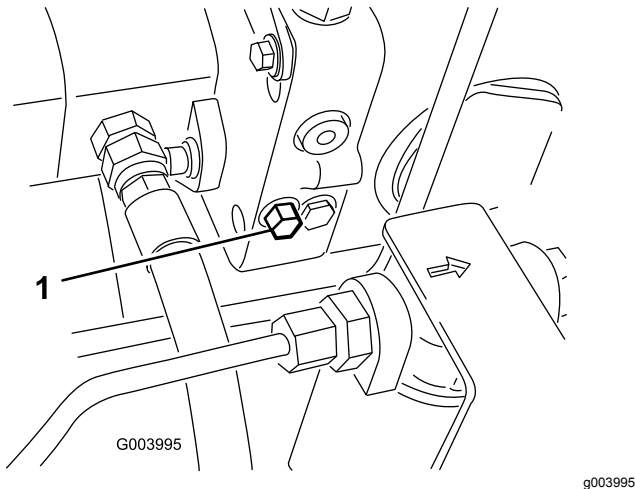

Figura 42
1. Localice la válvula de desvío a la izquierda del hidrostato (Figura 42) y gire el perno una vuelta y media para abrirla y dejar que el fluido se desvíe internamente.